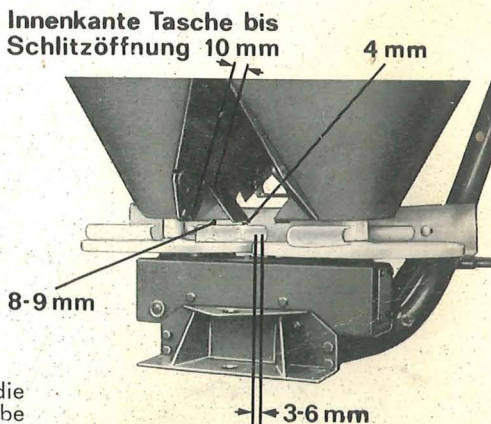

Abb. 10
- Anschraubmaße der Tasche kontrollieren (siehe Abb. 10).